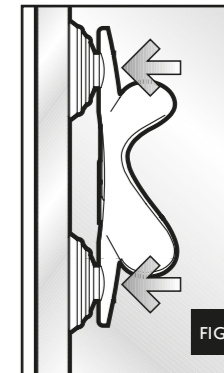

FIG. 3
- Clean the glass surface from algae etc. and press the suction cups firmly against the glass wall of the aquarium (fig. 3). Allow the heater to acclimatise to the temperature of your aquarium for about 30 minutes before plugging it in.
- Enlever les algues de l'endroit choisi et y fixer le chauffe-eau. Presser fermement les ventouses contre le verre pour les faire adhérer à la paroi de l'aquarium (fig. 3). Attendez 30 minutes avant de brancher la prise pour permettre au chauffe-eau de s'acclimater à la température de l'aquarium.
- 2- verwijder alg, aanslag en andere vervuiling van het glas en duw de houder met zuignappen stevig tegen het ruit aan (afb. 3) Plaats de verwarmingsstaaf in de houder, let erop dat ie diep genoeg onder water is, wacht met het aanzetten ongeveer 30 minuten daarmee zich het thermostaat kan aanpassen aan de water temperatuur.
- 2- Quite las algas del lugar elegido y fije ahí el termocalentador. Apriete firmemente las ventosas contra el cristal para que se adhieran a la pared del acuario (fig. 3) Espere 30 minutos antes de conectar el enchufe para que el termocalentador se adapte a la temperatura del acuario.